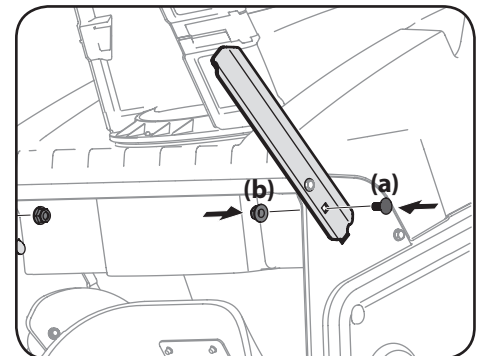

Figure 2-16
2. Installez les barres de coupe, puis fixez-les avec les boulons de carrosserie (a) et les écrous autobloquants à bride (b) retirés à l'étape 1. Voir Figure 2-16.